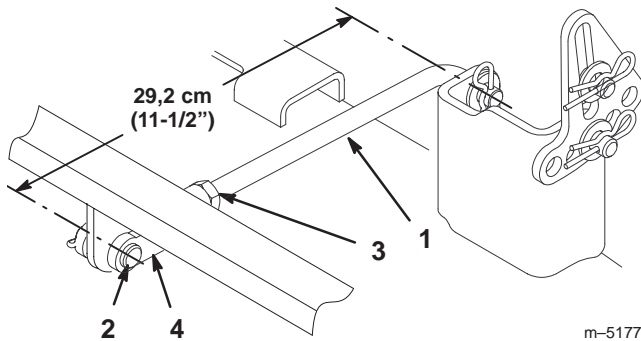

Figure 39
4. Mesurez la longueur du tourillon arrière (Fig. 39). Si elle n'est pas égale à 29,2 cm (11-1/2"), enlevez l'axe de chape et la goupille fendue à l'extrémité du tourillon (Fig. 39), desserrez l'écrou de blocage et tournez la chape jusqu'à obtention de la longueur voulue (29,2 cm [11-1/2"]). Fixez ensuite la chape avec l'axe et la goupille fendue. Répétez la procédure de l'autre côté de la tondeuse.
10. Quand l'inclinaison avant/arrière voulue est obtenue, serrez les écrous de blocage (Fig. 39 et 41).